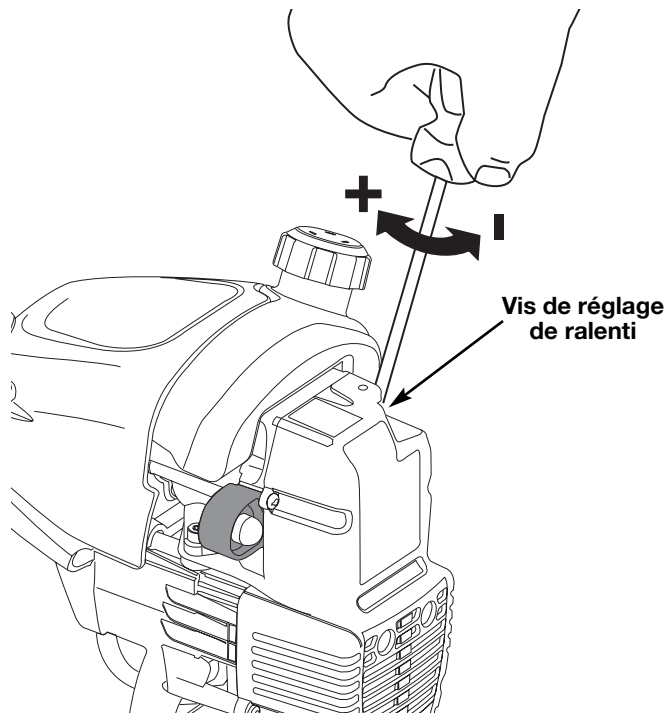

Fig. 32
Vous pouvez régler le ralenti du moteur à travers le couvercle du filtre à air/silencieux (Fig. 32).
2. Relâchez le levier d'accélérateur et laissez le moteur au ralenti. Si le moteur s'arrête, insérez un petit tournevis à embout cruciforme dans le trou du couvercle du filtre à air/silencieux (Fig. 32). **Vissez** la vis de 1/8 de tour à la fois (selon le besoin), jusqu'à ce que le moteur tourne au ralenti.